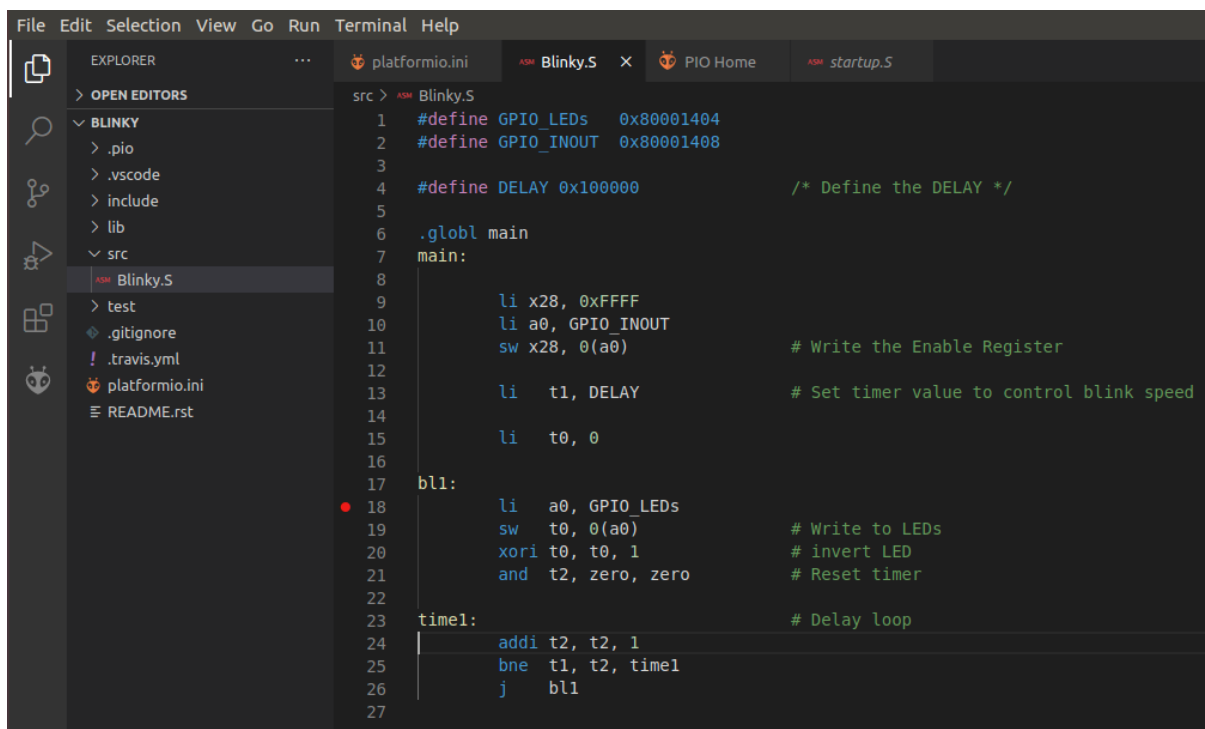

Figura 52. Definir um ponto de paragem (breakpoint) no blinky.S
8. Estabeleça um *breakpoint* clicando à esquerda da linha número 18. Aparecerá um ponto vermelho e o ponto de interrupção será adicionado ao separador BREAKPOINTS (Figura 52).